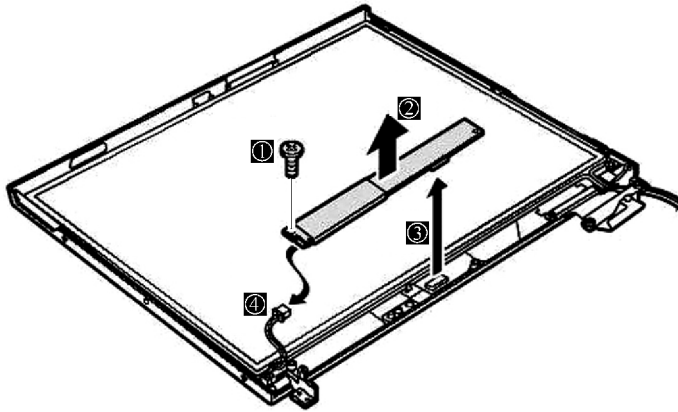

图 2-85 高压板的拆卸方法
笔记本电脑高压板的拆卸方法如图 2-85 所示，首先拧下螺钉“①”，再将高压板按箭头“②”方向移动，最后分别按箭头“③”、“④”方向拔掉连接线即可。